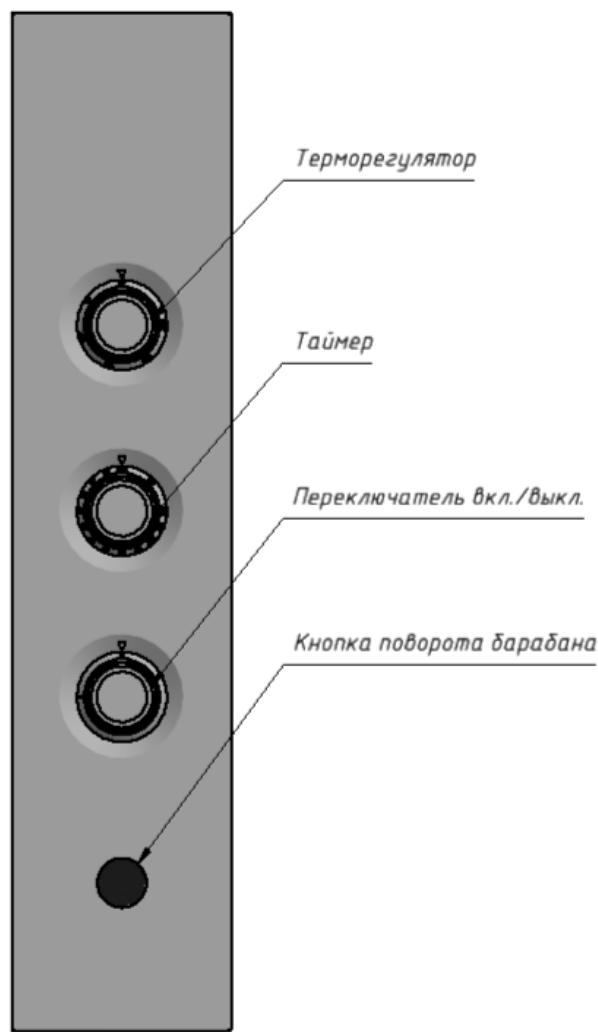

Рисунок 3
8.2 Повернуть переключатель питания в положение I (см. рис. 3).
8.3 Включить ТЭНы поворотом ручки терморегулятора по часовой стрелке для разогрева камеры (см. рис. 3).